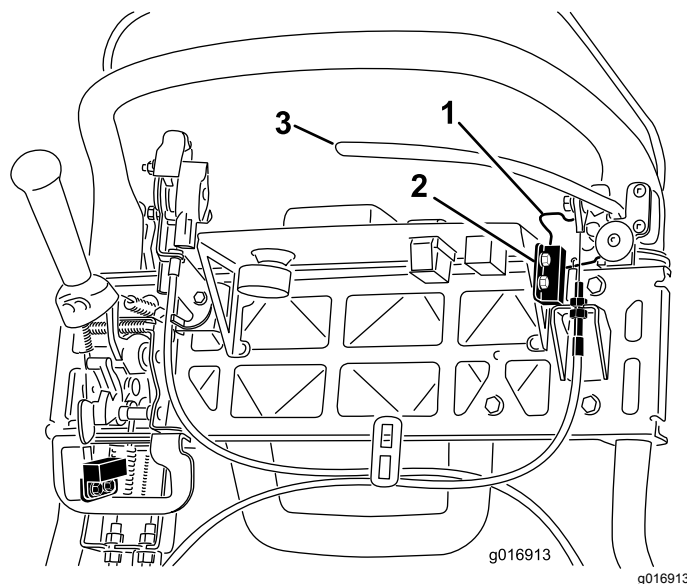

Figure 45
4. Desserrez et retirez les fixations du contacteur de sécurité (Figure 45).
5. Placez une cale de 1,6 mm d'épaisseur entre le verrou du frein de stationnement et le contacteur de sécurité (Figure 45).
4. Pour accroître la tension du câble, desserrez l'écrou de blocage supérieur et serrez l'écrou de blocage inférieur du câble (Figure 45) jusqu'à ce qu'il soit nécessaire d'exercer une force de 156 N sur la poignée du levier de frein pour débloquent le verrou du frein de stationnement.